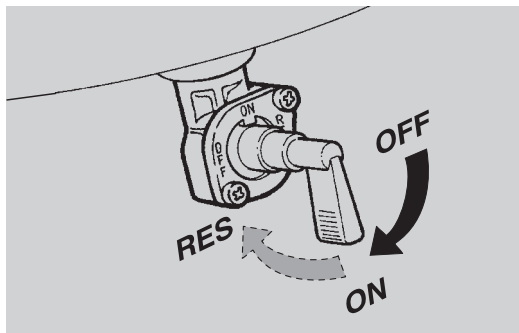

Abb. 22
- den Kraftstoffhahn auf Stellung "ON" drehen (Abb. 22);